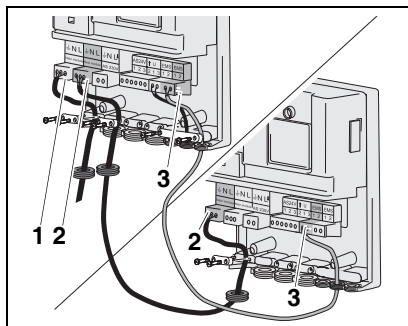

Fig. 4 Collegare due moduli, creare la connessione di rete
E' possibile collegare fra di loro diversi moduli (p.e. EM10 e VM10). Per collegare insieme due o più moduli è possibile cavallottare la connessione di rete (fig. 4, pos. 2) e la connessione EMS (fig. 4, pos. 3).
- Collegare il termostato del Logamatic RC alla connessione EMS (fig. 4, pos. 3).
- Collegare la connessione di rete 230 VAC (fig. 2, pos. 1 e fig. 4, pos. 1).